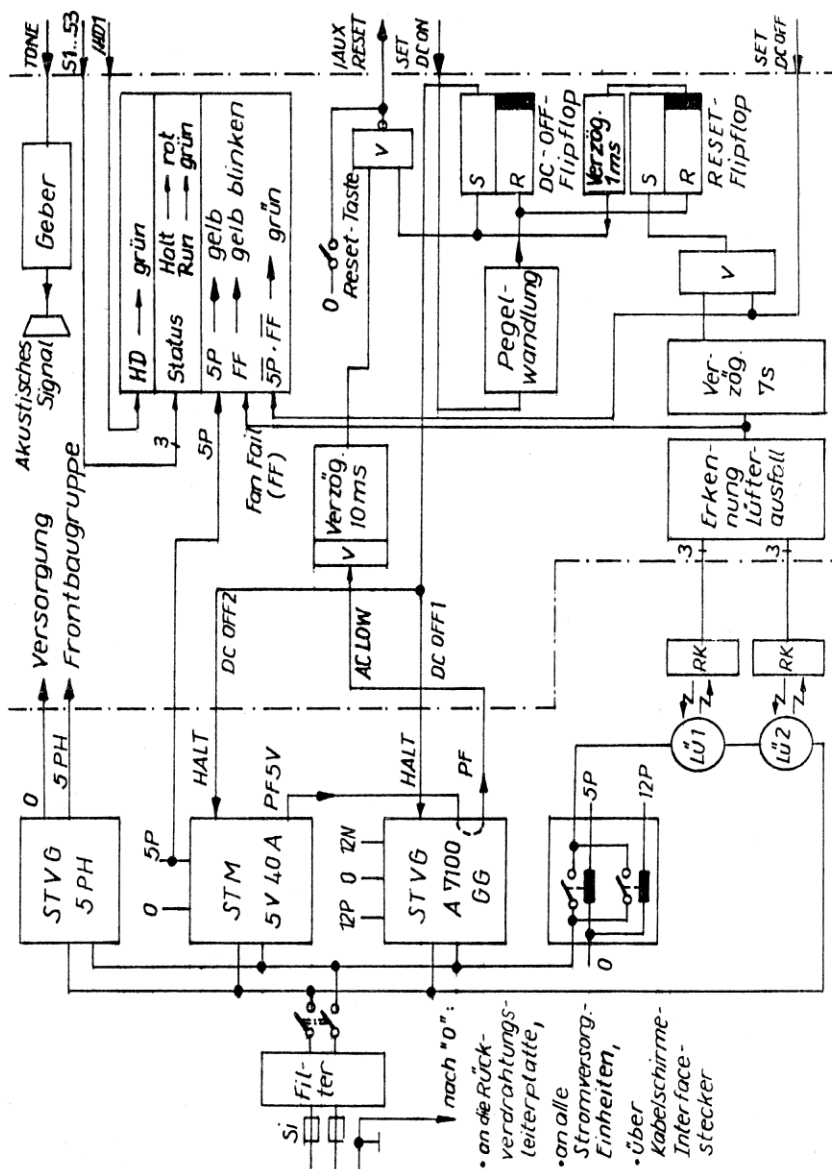

Bild 1.9.-1 : Stromversorgung und Frontbaugruppe des R60
1.9.2. Stromversorgung und Frontbaugruppe des RGG (s.Bild 1.9.-1)
Zur Arbeitsweise der Frontbaugruppe siehe 1.9.2. (Bild 1.9.-1).